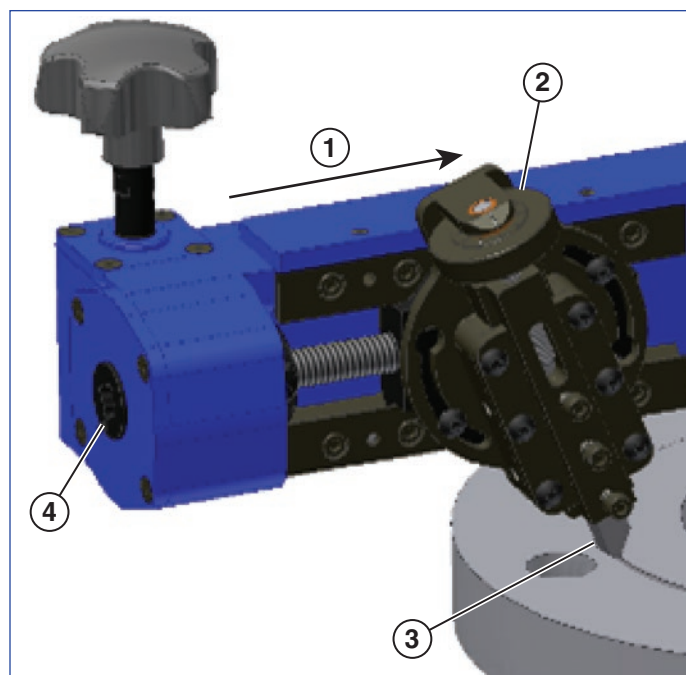

図 12
3. 製品本体はフランジ面の外径から内径に向かって切削できます。初期の切削位置を調整するため、ギアボックスアセンブリ端面にある六角穴（送りネジナット）でフランジの外径までスライドができます。深さ調整ダイヤルを回して、刃物をフランジの上面位置に合わせます。（図12参照）